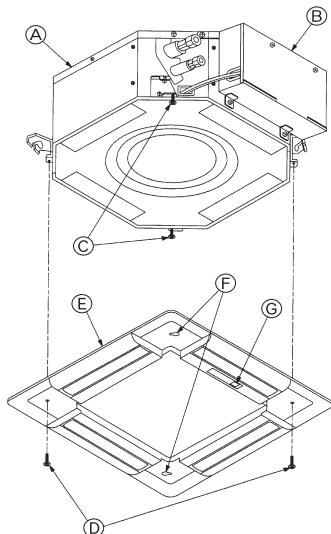
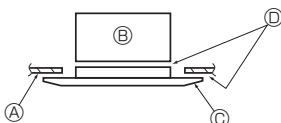
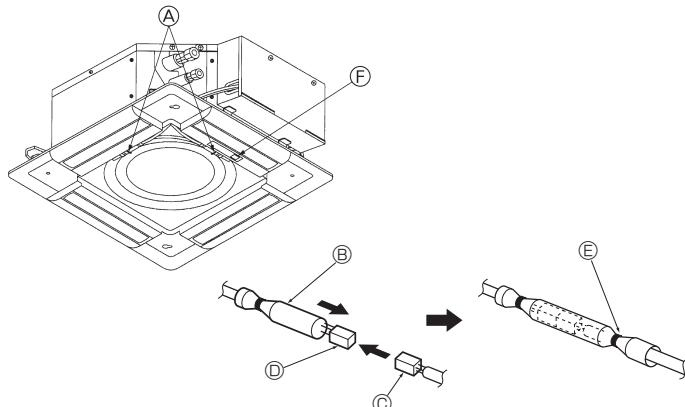

Fig. 8-6
Fig. 8-7
Fig. 8-8
8.3.2. Instalación temporal de la rejilla (Fig. 8-6)
- ① Unidad principal
- ② Cubierta de las piezas eléctricas
- ③ Tornillo con arandela (de uso temporal)
- ④ Tornillo con arandela (Accesorio)
- ⑤ Rejilla
- ⑥ Orificio con forma de campana
- ⑦ Receptor (Para SLZ-KA-VAL(2))
8.3.3. Fijación de la rejilla (Fig. 8-7)
- ① Techo
- ② Unidad principal
- ③ Rejilla
- ④ Compruebe que no haya huecos.
8.3.4. Conexión de cables (Fig. 8-8)